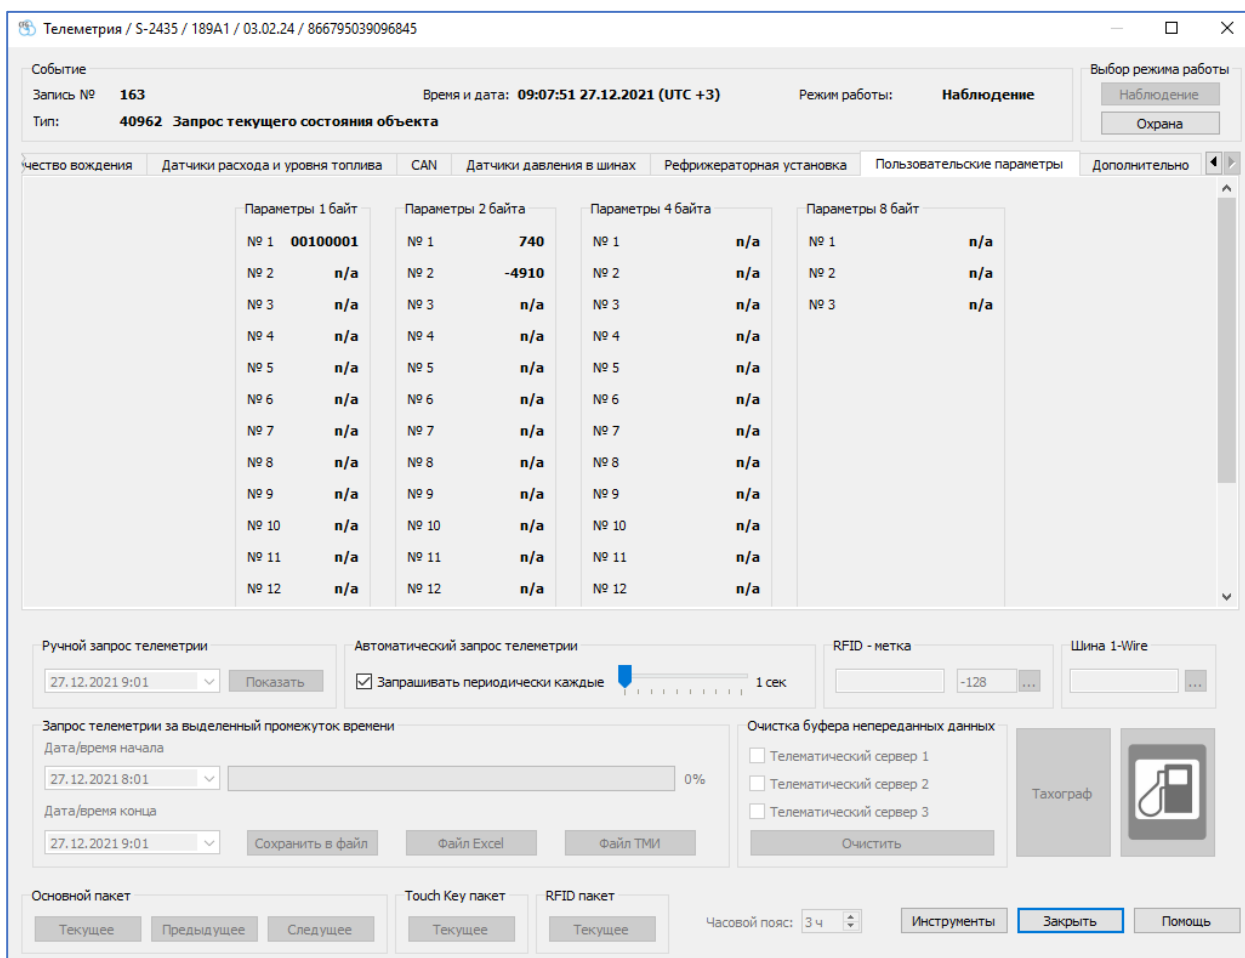

рис. 7.5. Окно «Телематика» конфигуратора
- 5) В окне «Телематика» конфигуратора терминала можно проверить реальные данные, получаемые из датчика (рис. 7.5).
На рис. 7.5 можно заметить, что в значении статуса датчика в пятом бите есть ошибка оси Y. Она возникает в случае, когда угол наклона датчика отклонился от нуля больше, чем на 15 градусов. Такую опцию удобно использовать, когда нужно контролировать объект, стоящий на ровной площадке.